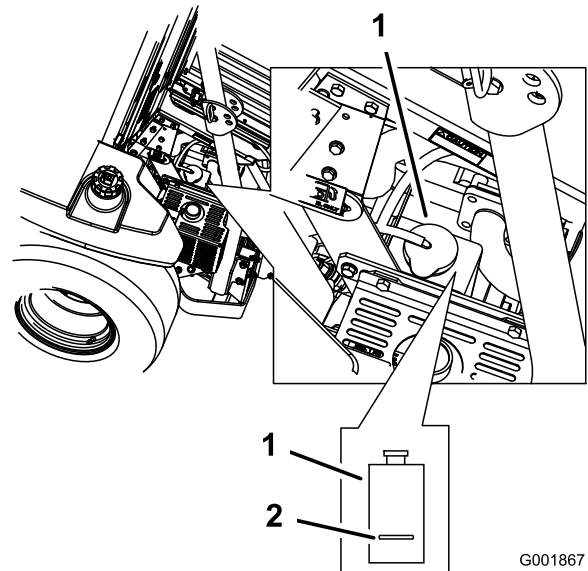

Figura 57
3. A motore freddo, controllate il livello della bottiglia di troppopieno. Il fluido deve raggiungere la sporgenza all'esterno della bottiglia di troppopieno (Figura 57).
4. Se il livello del refrigerante è basso, rabboccate la bottiglia di troppopieno con una miscela di 50% antigelo a lunga durata/DexCool® e 50% acqua (Figura 57).
5. Versate la miscela refrigerante 50/50 nella bottiglia di troppopieno e riempite fino alla linea tracciata sulla bottiglia (Figura 57).